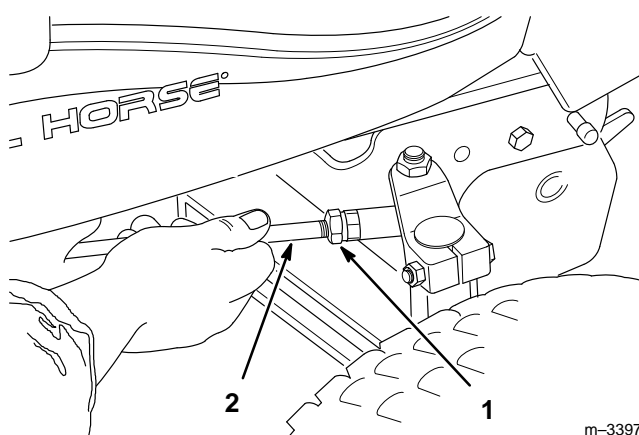

Figure 41
1. Desserrer les contre-écrous aux extrémités des biellettes de direction (Fig. 41).